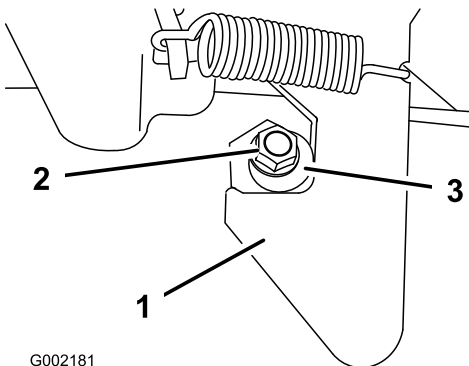

Figura 67
1. Afloje la contratuerca del extremo del tope del enganche (Figura 67).
2. Gire el tope del enganche en sentido horario hasta que quede apretado contra el enganche (Figura 67).